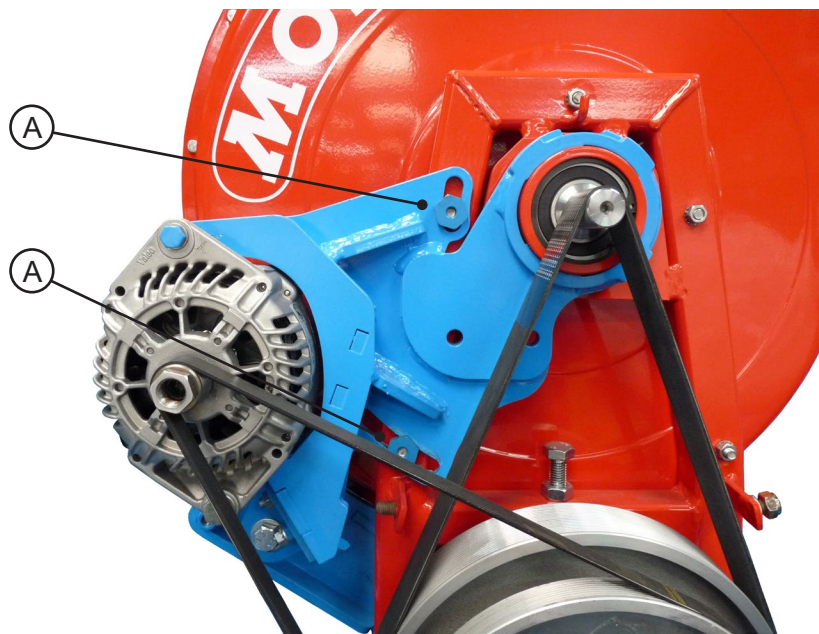

Fig.2
**Avant chaque campagne, vérifier le serrage des vis (A, B & C - fig. 2 et 3).**
- Desserrer les deux écrous arrière (A - fig. 2)
**Before each season, check that the screws are tight (A, B & C fig 2 and 3).**
- Unscrew the two rear nuts (A - fig. 2)
**Vor jeder Kampagne, den festen Sitz der Schrauben (A, B & C - Abb. 2 und 3) prüfen.**
- Die beiden hinteren Muttern lösen (A - Abb. 2)
**Controleer voor alle werkzaamheden of de schroeven (A, B & C - fig. 2 en 3) goed zijn aangedraaid.**
- Beide achtermoeren los maken (A - fig. 2)